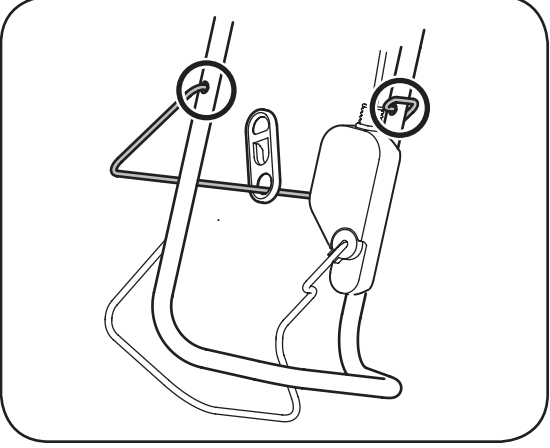

Figure 3-3
3. Installez la tige de guidage et la retenue de la rallonge électrique sur le guidon supérieur, comme à la Figure 3-3.